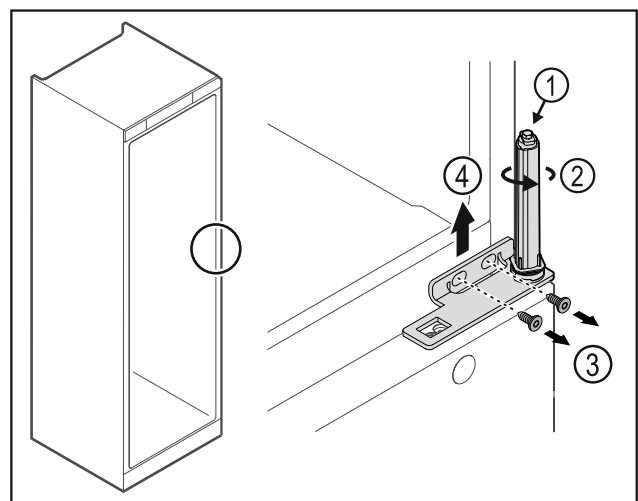

Fig. 33
- Ne pas désassembler le système de fermeture de la porte Fig. 33 (1).
- Tourner le système de fermeture Fig. 33 (2) jusqu'à entendre un clic.
- Desserrer les vis Fig. 33 (3) et retirer l'équerre de charnière par le haut Fig. 33 (4).